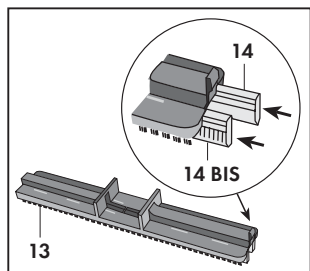

Fig. 13
- Il telaio setolato (13) dotato di inserti in gomma (14 e 14 BIS) per pavimenti e superfici dure. **(Fig. 13)**